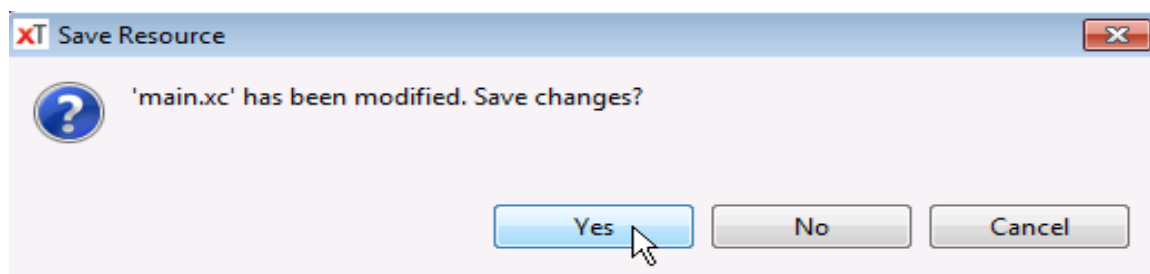

图 5
- 4>.点击 Apply，点击 Run，如果出现 Save Source 选择 yes，如图 5 所示。